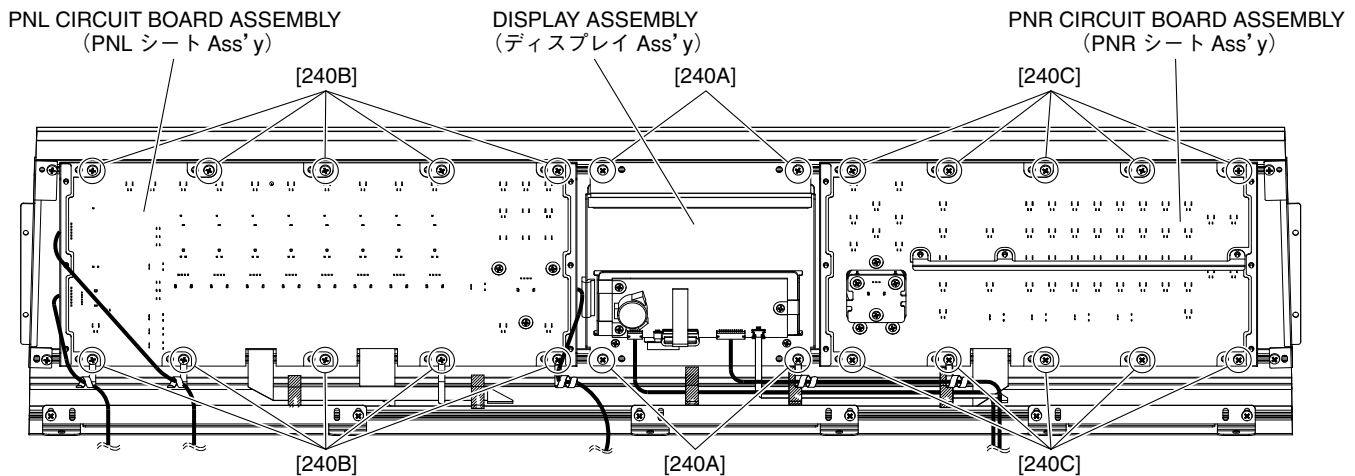

Fig. 8 (図 8)
- 11-3. Remove the four (4) screws marked [240A]. The display assembly can then be removed. (Fig. 8)
- 11-3. [240A] のネジ 4 本を外して、ディスプレイ Ass'y を外します。(図 8)
- 12-4. Remove the ten (10) screws marked [240B]. The PNL circuit board assembly can then be removed. (Fig. 8)
- 12-4. [240B] のネジ 10 本を外して、PNL シート Ass'y を外します。(図 8)
- 13-3. Remove the ten (10) screws marked [240C]. The PNR circuit board assembly can then be removed. (Fig. 8)
- 13-3. [240C] のネジ 10 本を外して、PNR シート Ass'y を外します。(図 8)